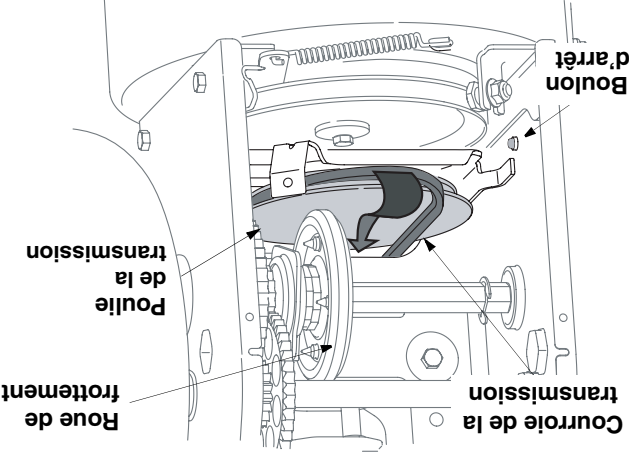

Figure 27
- Dévissez le boulon d'arrêt pour créer un espace suffisant entre le disque de la roue de frotement et la pouille de la transmission ainsi que du disque de la roue de frotement. Voir la Figure 27.
- Décrochez le ressort pour éliminer la tension sur la courroie de la tarrière. Enlevez la courroie usagée et remplacez-la par une courroie neuve bien installée dans la rainure. Voir la Figure 27 .
- Enroulez la courroie de la tarrière sur la poulie de la tarrière. Voir la Figure 27 .